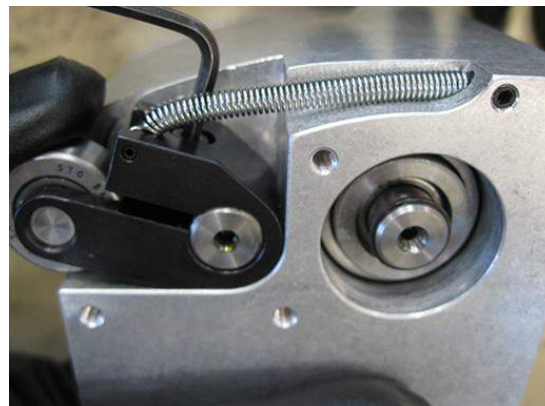

FIGURA 5-2. TORNILLO DE LA ABRAZADERA DEL BRAZO DE LEVA
1. Afloje el tornillo de la abrazadera en el brazo de la leva, usando una llave Allen de 3 mm, como se muestra en la Figura 5-2.